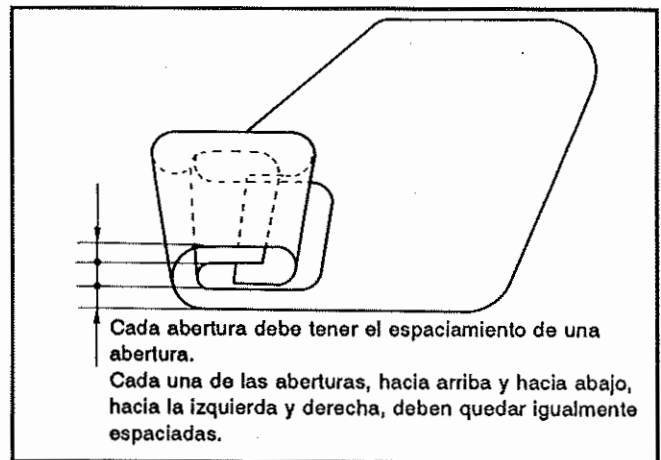

Fig. 23
- ③ Combine el cuerpo principal y la lengüeta intermedia, y haga el ajuste de modo que dada abertura tenga la dimensión especificada. (Fig. 23)